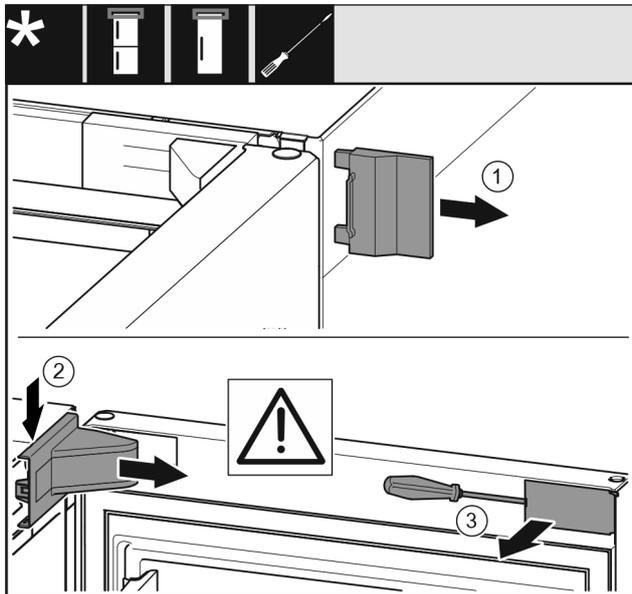

Fig. 8
- ▶ Äußere Abdeckung Fig. 8 (1) abnehmen.
- ▶ Lagerbockabdeckung Fig. 8 (2) ausrasten und abnehmen.
- ▶ Blende Fig. 8 (3) mit Schlitzschraubendreher ausrasten und zur Seite schwenken.